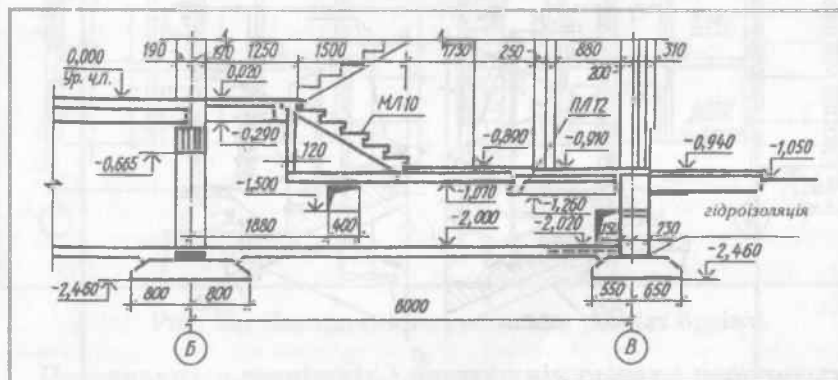

Рис. 23. Розріз 3-3
3. На розрізах будівель і споруд координатні осі розташовують унизу. Конструкційні елементи будівель і споруд по висоті, розміри віконних і дверних прорізів позначають на виносних лініях рівнів відповідних елементів. Проставляють також позначки рівня землі та верха покрівлі (рис. 23). Усередині розрізу наносять висоту поверхів, а також висотні позначки рівня землі та верха покрівлі.